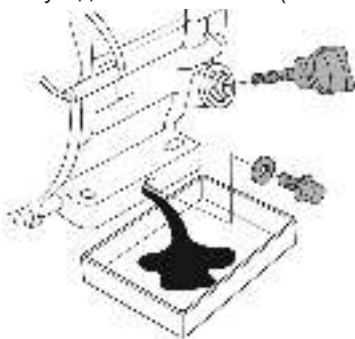

Рис. 25 Замена масла в двигателе
4. Очистите от загрязнений зону вокруг маслосливной горловины. Извлеките крышку-щуп из маслосливной горловины (Рис. 25) и протрите щуп чистой ветошью.
5. Открутите пробку для слива масла и слейте отработанное масло в подготовленную для этого емкость (Рис. 25).